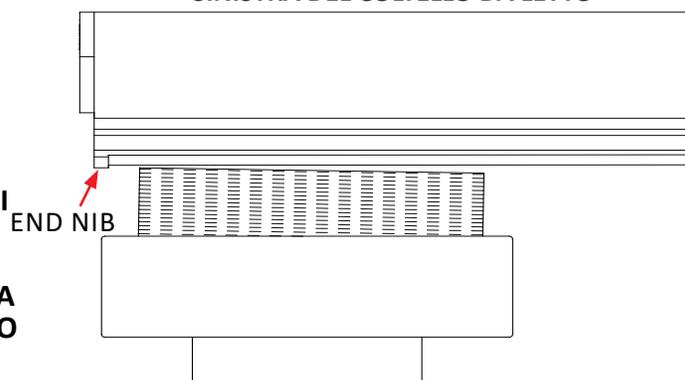

FIG. 48
1. Spostare la testa di molatura all'estremità sinistra della controlama. A questo punto regolare il volantino di alimentazione del carrello fino a quando la ruota tocca appena la controlama all'interno del pennino non indossato. Vedi FIG. 48.
3. Senza spostare l'ingresso della testina di molatura, allentare la manopola di bloccaggio a T e regolare il dispositivo di regolazione del lato destro della barra degli strumenti finché la mola non tocca appena la controlama all'interno del pennino non indossato. Vedi FIG. 48.